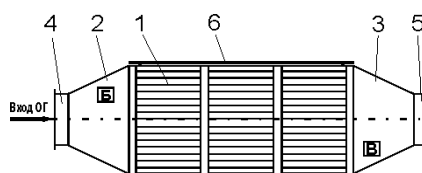

Рис. 3-17 Схема нейтрализатора
Нейтрализатор (рис. 3-17) предназначен для снижения содержания токсичных веществ в ОГ. Нейтрализатор состоит из реактора 1, защитного экрана 6 и конусов 2 (3) с входным 4 и выходным 5 патрубками. При работе нейтрализатора ОГ через впускной патрубок поступают к реактору. В продольных каналах каталитических блоков реактора, происходит процесс дожигания продуктов неполного сгорания топлива. Активными компонентами катализатора являются металлы платиновой группы. Катализатор, применяемый в нейтрализаторе, обеспечивает эффективность очистки по СО и СН не менее 85 % при температуре 250 °С.